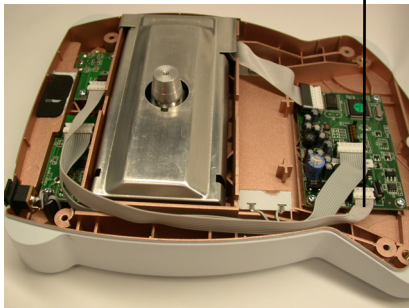

Figura 2D.
8. Collegare il cavo PCB al a) secondo PCB RS232, e b) connettore CN6 sulla scheda madre del PC sul davanti della bilancia (vedere Figura 2D). Instradare il cavo PCB verso il lato sinistro dell'alloggiamento inferiore.